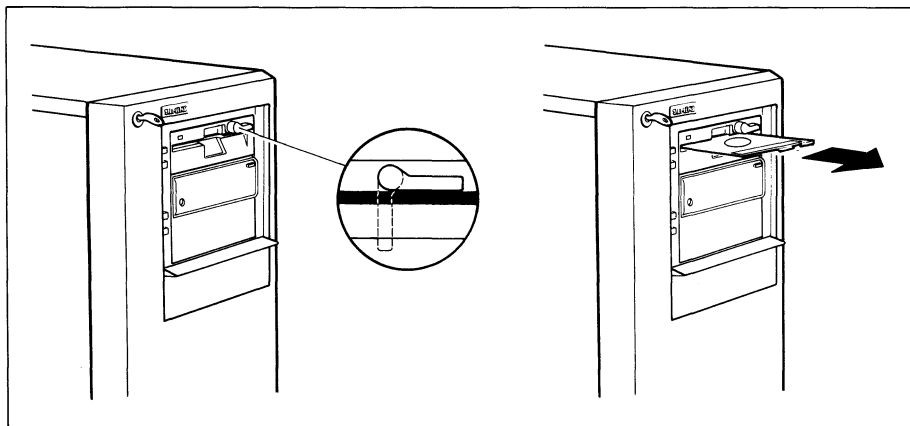

Bild 2-11 Entnahme der Transportsicherung
- Jetzt können Sie die Transportsicherung aus dem Diskettenlaufwerk nehmen. Dazu klappen Sie den Verriegelungshebel nach links (siehe Bild 2-11). Bewahren Sie sie auf. Sie benötigen die Transportsicherung bei jedem späteren Transport. Sollte Ihnen die Transportsicherung trotzdem verloren gehen, so verwenden Sie bitte eine Diskette an Stelle der Transportsicherung.